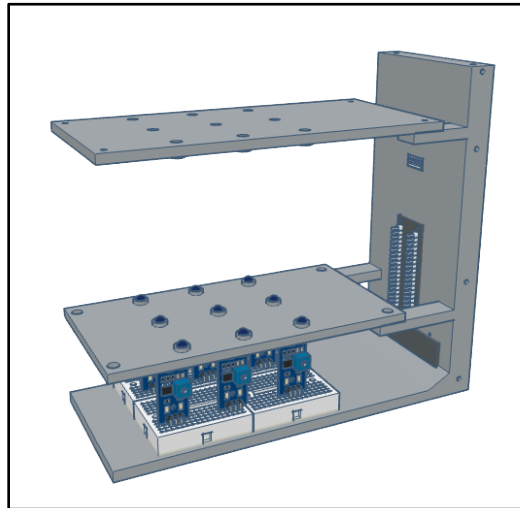

Figure 20. Unión de la pieza P3.
- a. Una la pieza P3 con 2 tornillos M3 de 6 mm de longitud (**Fig. 20**). **La pieza P3 debe colocarse de forma que las protuberancias (guías) para los LED (es decir, las pequeñas elevaciones alrededor de cada orificio para el LED) queden orientadas hacia abajo.*